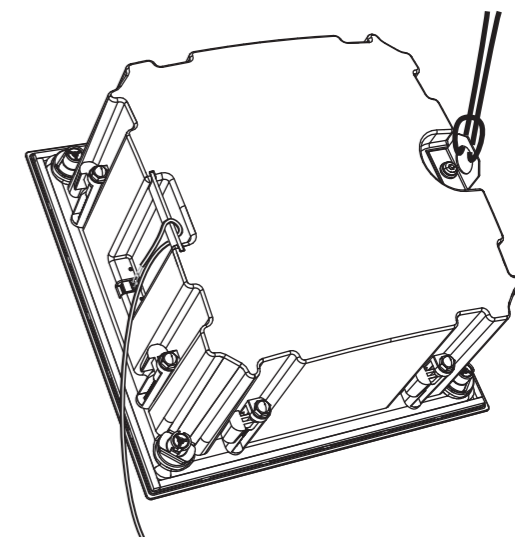

Fig. 16. Connecting the secondary safety to the back can
1. Com a lata traseira conectada corretamente como mostrado acima, conecte um cabo de segurança secundário ao laço de montagem de metal na parte traseira da lata traseira. A outra extremidade do cabo de segurança secundário deve ser fixada em um ponto de montagem forte adequado no teto (Fig.16).